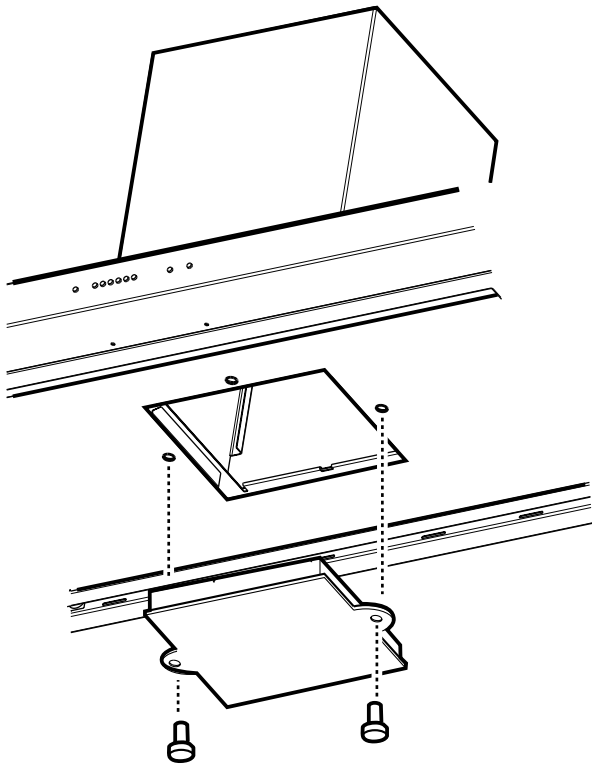

Fig. 4 - Abb. 4
**Para montar el filtro de carbón - Fig. 4:**
**Para substituir el filtro de carbón - Fig. 4:**